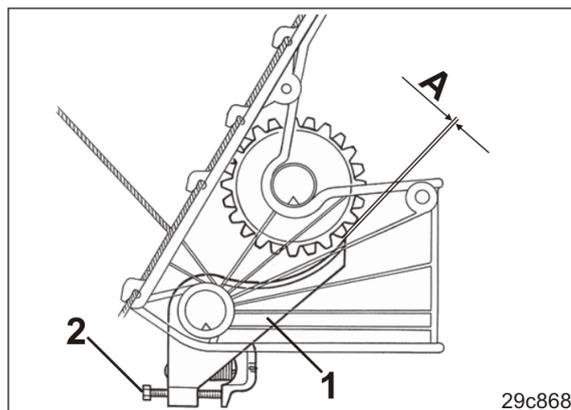

Рис. 236
2. Проверьте клапаны высевных коробок (Рис. 236/1) на легкость хода.
Расстояние «А» (Рис. 236) между клапаном высевной коробки и высевной катушкой составляет от 0,1 мм до 0,5 мм.
5. При помощи винта (Рис. 236/2) настройте указанное в предписании расстояние.